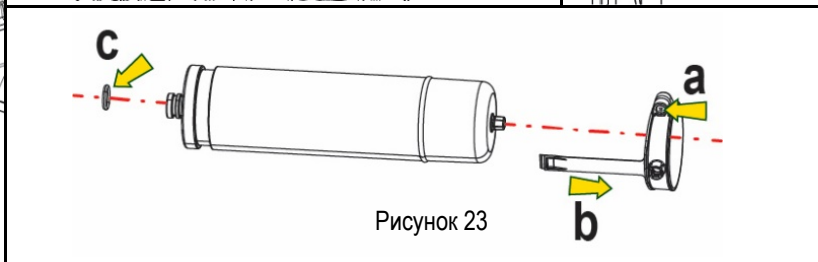

Рисунок 23
7. Ослабьте винт (Рис. 23А) для освобождения кольца расширительного бака.
9. Проверьте уплотнительное кольцо (Рис. 23с) и замените его в случае повреждения (за исключением случаев, когда оно поставляется в установленном на баке DAB виде. В этом случае его можно утилизировать вместе с использованным баком).